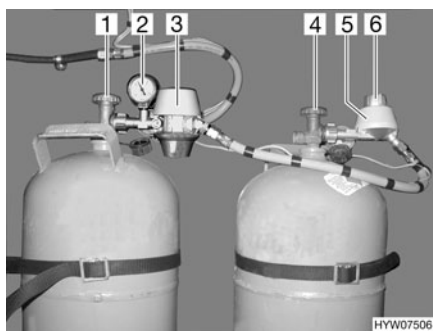
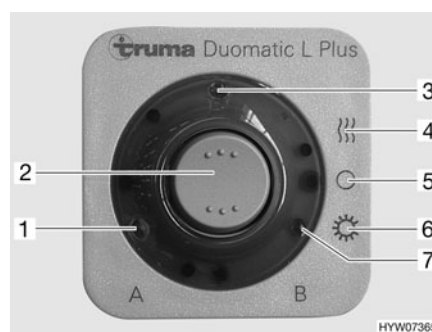

Fig. 93 Dispositif de commutation Duomatic
Fig. 94 Unité de commande
Le dispositif de commutation Duomatic consiste en un régulateur central (Fig. 93,3) et un régulateur de commutation (Fig. 93,5). Un bouton rotatif (Fig. 93,6) situé sur le régulateur de commutation permet de définir laquelle des bouteilles de gaz est celle de service et laquelle est celle de réserve.
Le manomètre (Fig. 93,2) du régulateur central affiche la pression dans la bouteille de gaz et non pas le niveau de remplissage de la bouteille. Le manomètre permet de contrôler l'étanchéité de la bouteille de gaz.
Seules les fonctions électriques peuvent être activées sur l'unité de commande (Fig. 94). Les robinets principaux des bouteilles de gaz (Fig. 93,1 et 4) doivent être ouverts manuellement.
- Ouvrir les robinets principaux des bouteilles de gaz (Fig. 93,1 et 4).
- Choisir la bouteille de gaz avec le bouton rotatif (Fig. 93,6) situé sur le régulateur de commutation (Fig. 93,5) à partir de laquelle le gaz sera utilisé principalement (bouteille de service).
Lorsque le bouton rotatif se situe dans le domaine rouge, le gaz est prélevé prioritairement à partir de la bouteille de gaz équipée du régulateur central (Fig. 93,3).
Lorsque le bouton rotatif se situe dans le domaine vert, le gaz est prélevé prioritairement à partir de la bouteille de gaz équipée du régulateur de commutation (Fig. 93,5).
- Mettre en marche le dispositif de commutation Duomatic sur l'unité de commande (Fig. 94).
Pour ce faire, régler le commutateur à bascule (Fig. 94,2) sur régime hiver "Marche et chauffage" (Fig. 94,4) ou bien sur régime été "Marche" (Fig. 94,6). Les deux régulateurs de pression du gaz sont maintenant désaérés. Le voyant de contrôle (Fig. 94,3) s'allume.
- Mettre le commutateur à bascule (Fig. 94,2) sur "O" (Fig. 94,5). Le voyant de contrôle (Fig. 94,3) s'éteint.
- Fermer les robinets principaux des bouteilles de gaz (Fig. 93,1 et 4).
Les voyants de contrôle de l'unité de commande (Fig. 94) signalisent à l'intérieur du véhicule si les bouteilles de gaz sont en état de marche.
- Voyant de contrôle "A" (Fig. 94,1) : Bouteille de gaz raccordée au régulateur central
- Voyant de contrôle "B" (Fig. 94,7) : Bouteille de gaz raccordée au régulateur de commutation